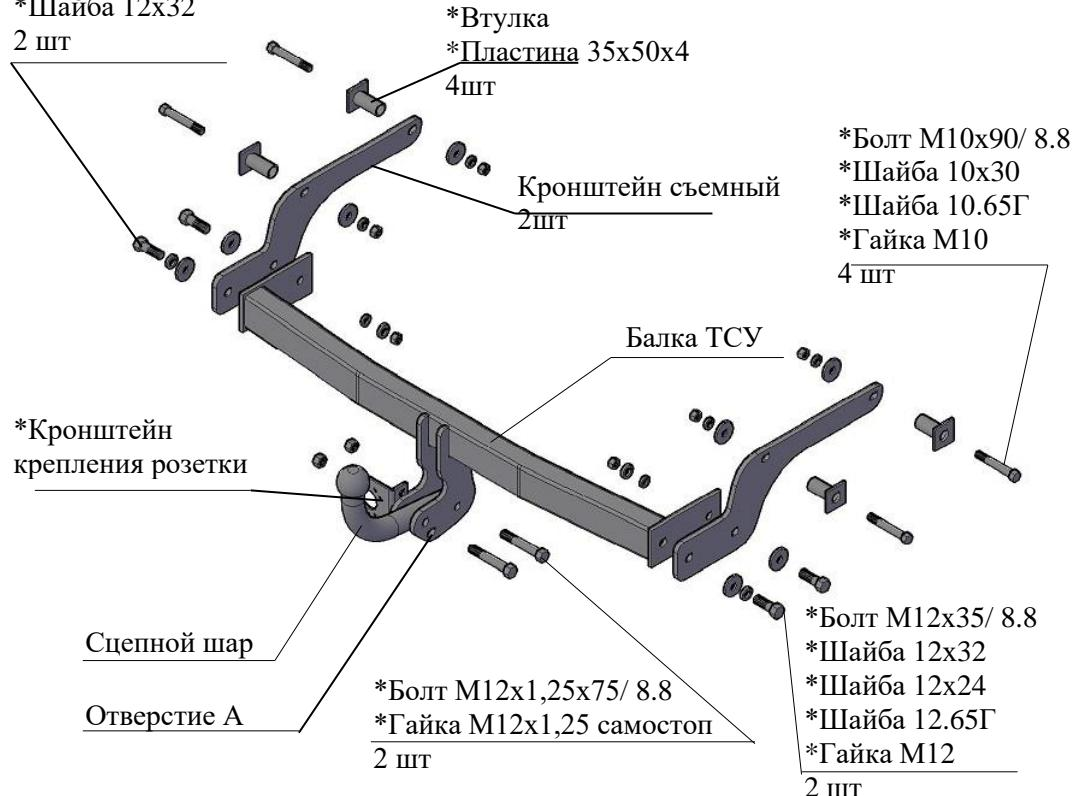

Рис.1 Тягово-сцепное устройство ТСУ 9031
2.1 ТСУ 9031 в сборе (рис.1)	1 шт.
2.2. Пакет комплектующих (рис.1)+защитный колпак	1 шт+1 шт
4.3 Закрепить съемные кронштейны ТСУ к наружным полкам лонжеронов а/м болтами M10x90 (кл.пр.8.8) и гайками M10, соблюдая положение болтов в соответствии с рис.1. Внутрь лонжеронов установить дистанционные втулки. Пластины 35x50x4 установить соответственно рис.1. Крепеж не затягивать.